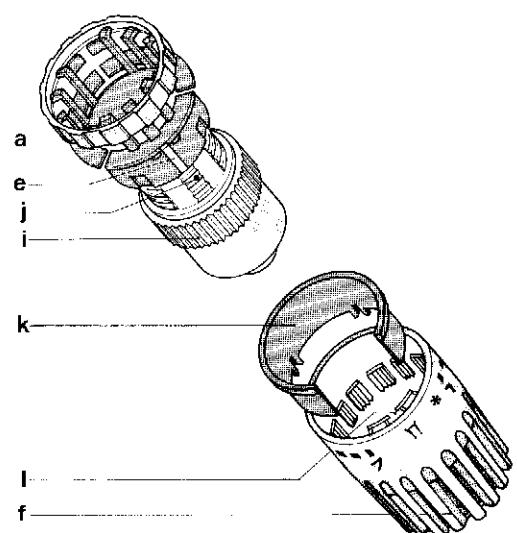

Рис. 6 Фиксация настройки температуры
- Отвёрткой равномерно со всех сторон выжать стопорное кольцо (k, рис.6).
5 Фиксация настройки диапазона температуры (рис. 6)
- Отвёрткой равномерно со всех сторон выжать стопорное кольцо (k, рис. 6).
- Зафиксировать стопорное кольцо (k, рис. 6).